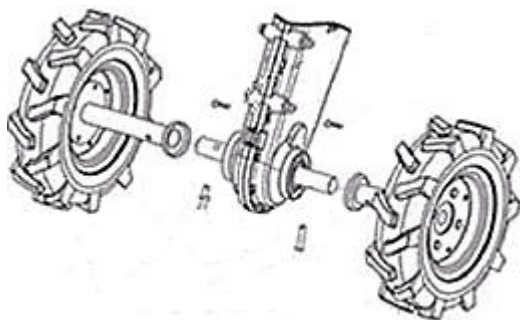

Рис.5
4. Установите и закрепите пальцами и шплинтами из комплекта поставки, на выходных валах редуктора: колеса (см. рис. 5):